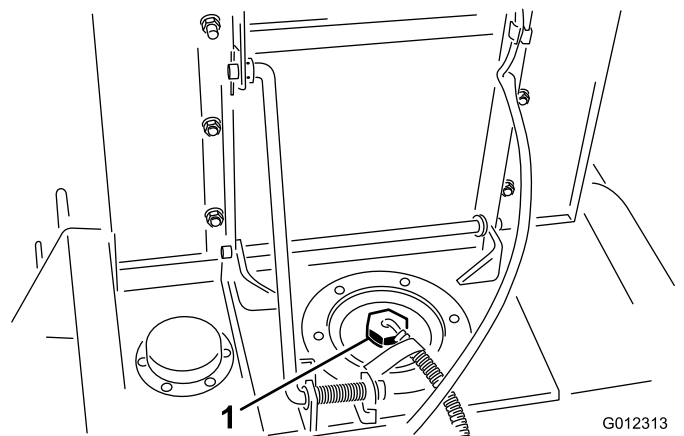

Figure 15
- B. Nettoyez la surface autour du couvercle du réservoir (Figure 15).